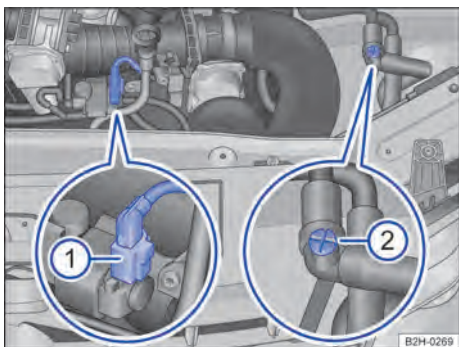

Fig. 154 No compartimento do motor: conector ① e válvula de ventilação manual ②.
4.	Abriu a válvula de ventilação manual → Fig. 154 ② em cerca de três voltas em sentido anti-horário.
6.	Remover o conector ao lado da vareta de medição do óleo → Fig. 154 ① e fixar. Não conectar o conector novamente até a visita à oficina.